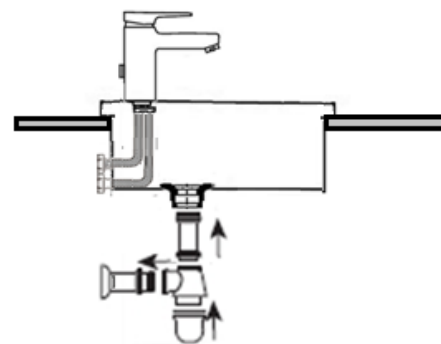

Рис.3
5. Установите сифон, подсоедините его к выходу канализационной системы (рис.3).